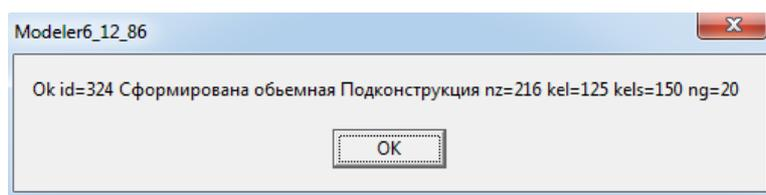

Рис.5
- В Modeler откройте первую подконструкцию затем выберете сохранить объем кнопка “+”. Будет выдано сообщение, о том, что объемная конструкция создана, рис.5.